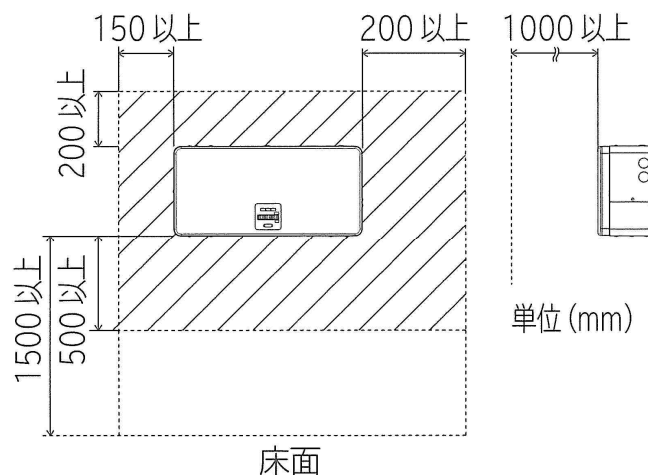

図 7 - 1 壁面取付時の周囲との最低スペース
- (1) パワーコンディショナは壁面に正しい方向で水平に取付けてください。
- (2) パワーコンディショナの製品質量 22 kg（取付板・金具含む）に耐えられる強固な垂直な壁面に取付けてください。強度が不足する場合は、板厚 20 mm 以上の構造用合板を間柱などに確実に固定してから取付けてください。
- (3) 製品周囲は製品の冷却、およびメンテナンス時の作業空間確保のため図 7 - 1 壁面取付時の周囲との最低スペースに示す範囲（斜線部）に障害物がないようにしてください。
- (4) 周囲温度 0 ～ 40℃、湿度 30 ～ 90 % 以内における湿度変化で結露しない屋内に取付けてください。
- (5) 日本国内で標高 1500 m 以下の場所に取付けてください。
- (6) パワーコンディショナに同梱されている工事説明書を参照の上、正しく安全に取付けてください。